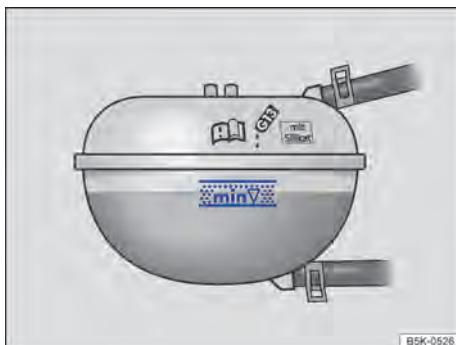

Fig. 177 No compartimento do motor: marcas no reservatório de expansão do líquido de arrefecimento do motor.
- Com o motor frio, verificar o nível do líquido de arrefecimento do motor pela marca lateral do reservatório de expansão do líquido de arrefecimento do motor ⇒ Fig. 177. O nível do líquido de arrefecimento do motor deve estar entre as marcas.
- Reabastecer somente com líquido de arrefecimento do motor **novo** e de acordo com a especificação da Volkswagen ⇒ Página 275 ⇒ ①.
- O nível do líquido de arrefecimento do motor deve estar entre as marcas do reservatório de expansão do líquido de arrefecimento do motor ⇒ Fig. 177. **Não reabastecer até acima do canto superior da faixa marcada** ⇒ ②.
- Abastecer com líquido de arrefecimento do motor somente até o canto superior da faixa marcada ⇒ Fig. 177. Caso contrário, ao aquecer-se, o líquido de arrefecimento excedente será jogado para fora do sistema de arrefecimento do motor e poderá ocasionar danos.